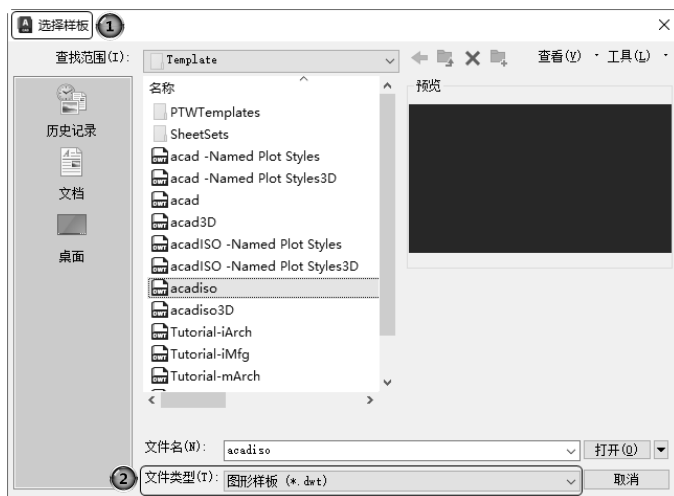

图 1-13 “选择样板”对话框
执行上述命令后，①系统将打开如图 1-13 所示的“选择样板”对话框，②在“文件类型”下拉列表框中有 3 种格式的图形样板，其后缀名分别是 .dwt、.dwg、.dws。一般情况下，.dwt 文件是标准的样板文件，通常将一些规定的标准性的样板文件设为 .dwt 文件；.dwg 文件是普通的样板文件；而 .dws 文件是包含标准图层、标注样式、线型和文字样式的样板文件。